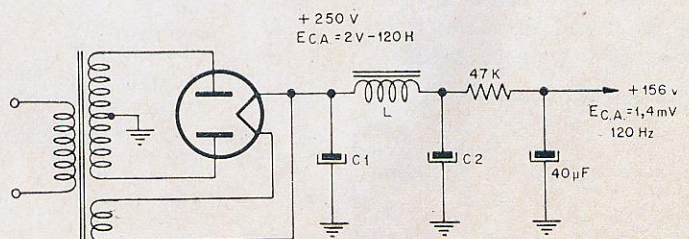

Figura 34
e) se no ponto onde ligarmos o filtro R-C a tensão da ondulação fôr de, digamos 2 volts, teremos na saída somente  $2 \times 0,0007 = 0,0014$  volts = 1,4 milivolt. O circuito está mostrado na figura 34.